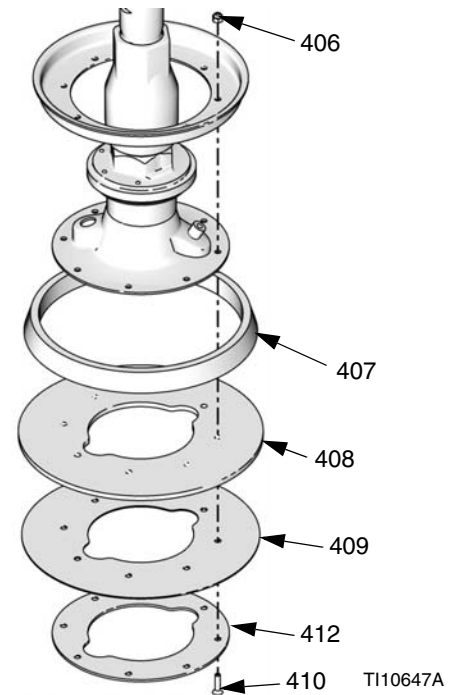
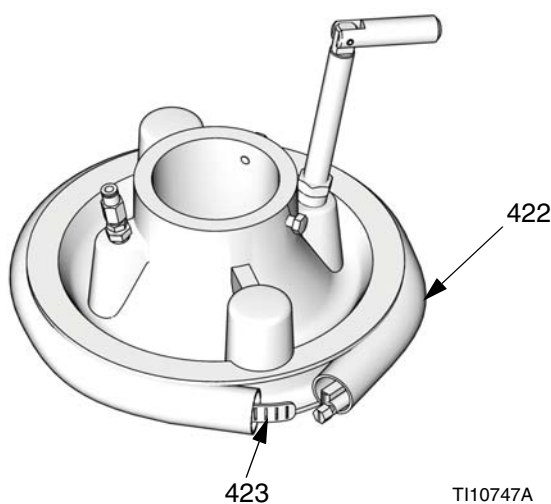

FIG. 14
FIG. 16
1. Pour les racleurs plats, consultez la FIG. 14 :
- a. Retirer les vis (410), les écrous (406) et les colliers de maintien (412).
- b. Détachez le racleur (408), le plateau de racleur (409) et l'entretoise (407).
- a. Fixez le racleur (408), le plateau de racleur (409), l'entretoise (407) et le collier de maintien (412) à l'aide des vis (410) et des écrous (406).
- b. Veillez à ne pas trop serrer les vis (410) afin de ne pas déformer le plateau du racleur (409).
2. Pour les racleurs roue, uniquement sur les modèles 255659, consultez la FIG. 16 :
- a. Vissez le démultiplicateur à vis (423) dans le nouveau racleur (422).
- b. Insérez l'extrémité de la sangle dans le collier (423) et serrez.
- c. Utilisez un maillet en caoutchouc pour enfoncer le racleur (422) autour du plateau (414) jusqu'à ce que les extrémités du racleur soient positionnées bout à bout sans laisser d'espace.
- d. Appliquez du lubrifiant sur le racleur (422). Le lubrifiant doit être compatible avec le produit pompé. Vérifiez auprès de votre fournisseur de produit.